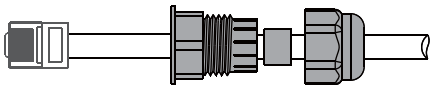

Figura 4.5-3 Pasos de funcionamiento
Paso 3-1 Pase el cable RJ45 a través de la placa de acero y conecte el cable DRED al terminal RJ45. Como se muestra en la Figura 4.5-3, la Tabla 4-9 describe la definición del puerto de 6 pines.